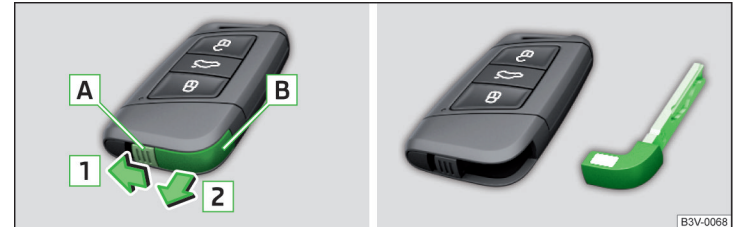

Abb. 355 Notschlüssel herausnehmen
- Die Rastnase [A] in Pfeilrichtung [1] entriegeln und den Notschlüssel [B] in Pfeilrichtung [2] herausnehmen » Abb. 355.